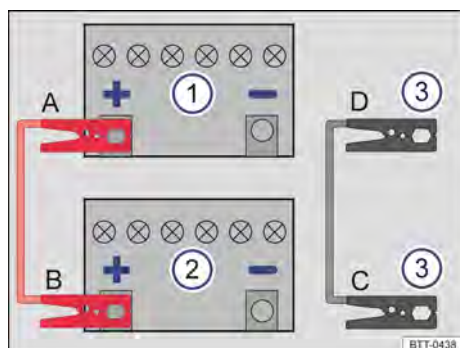
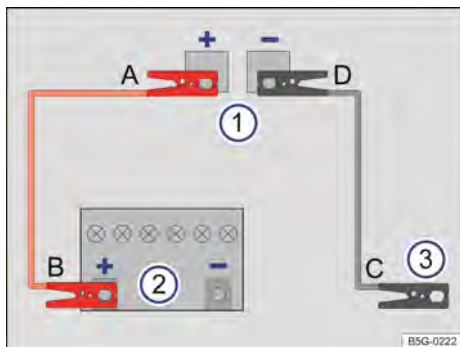

Fig. 288 Esquema para a conexão dos cabos auxiliares de partida no veículo que presta auxílio à partida (bateria do veículo no compartimento do motor).
Fig. 289 Esquema para a conexão dos cabos auxiliares de partida no veículo que presta auxílio à partida (bateria do veículo no compartimento de bagagem).
Legenda para Fig. 288 e Fig. 289:
Conectar o cabo auxiliar de partida somente na sequência A – B – C – D → Fig. 288.
- Conectar uma extremidade do cabo auxiliar de partida *vermelho* ao polo positivo (+) do veículo com a bateria do veículo descarregada → Fig. 288 ① → ▲.
- Conectar a outra extremidade do cabo auxiliar de partida *vermelho* ao polo positivo (+) da bateria do veículo fornecedora de corrente → Fig. 288 ②.
- Conectar uma extremidade do cabo auxiliar de partida *preto* → Fig. 288 ③, de preferência, num ponto de auxílio à partida (ponto de aterramento), ou então, na argola de reboque dianteira roscada, conectar uma peça metálica maciça firmemente aparafusada com o bloco do motor ou no próprio bloco do motor.
- Conectar a outra extremidade do cabo auxiliar de partida *preto* → Fig. 288 ③ no veículo com a bateria descarregada, de preferência, ao ponto de auxílio à partida (ponto de aterramento) → Página 368 ou então na argola de reboque dianteira aparafusada → Página 370, numa peça metálica maciça firmemente aparafusada com o bloco do motor ou no próprio bloco do motor → ▲.
Conectar o cabo auxiliar de partida somente na sequência A – B – C – D → Fig. 289.
- Conectar uma extremidade do cabo auxiliar de partida *vermelho* ao ponto de auxílio à partida (polo positivo) (+) do veículo com a bateria do veículo descarregada → Fig. 289 ① → ▲.
- Conectar a outra extremidade do cabo auxiliar de partida *vermelho* ao polo positivo (+) da bateria do veículo fornecedora de corrente → Fig. 289 ②.
- Conectar uma extremidade do cabo auxiliar de partida *preto* → Fig. 289 ③, de preferência, num ponto de auxílio à partida (ponto de aterramento), ou então, na argola de reboque dianteira roscada, conectar uma peça metálica maciça firmemente aparafusada com o bloco do motor ou no próprio bloco do motor.
- Conectar a outra extremidade do cabo auxiliar de partida *preto* → Fig. 289 ③ no veículo com a bateria descarregada, de preferência, ao ponto de auxílio à partida (ponto de aterramento) → Página 368 ou então na argola de reboque dianteira aparafusada → Página 370, numa peça metálica maciça firmemente aparafusada com o bloco do motor ou no próprio bloco do motor → ⚠.
- Conectar a outra extremidade do cabo auxiliar de partida *preto* no veículo com a bateria do veículo descarregada no ponto de auxílio à partida (ponto de aterramento) → Página 368 → Fig. 289 ① → ⚠.
- Desconectar o cabo auxiliar de partida com o motor em funcionamento somente na sequência **D – C – B – A** → Fig. 288 ou → Fig. 289.